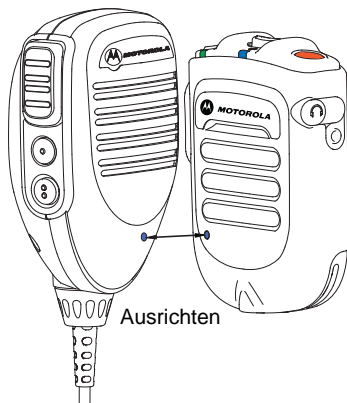

Abb. 2.10: Koppeln des WRSM
- 2 Führen Sie den blauen Punkt zur sicheren Kopplung auf dem WRSM innerhalb eines Abstands von 2,5 cm an den blauen Punkt zur sicheren Kopplung auf dem Mobile Mic Gateway. Siehe Abbildung 2.10.